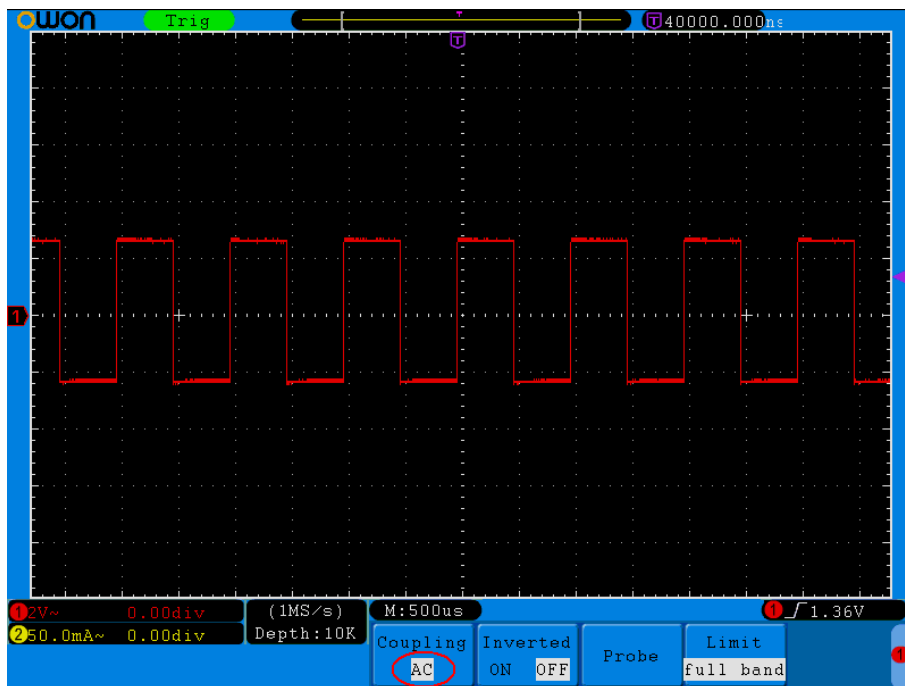

Рисунок 5-3. Осциллограмма при связи AC
- (4) Кнопкой F2 выберите AC. Постоянная составляющая блокируется (рисунок 5-3).